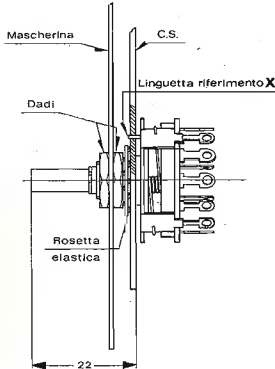
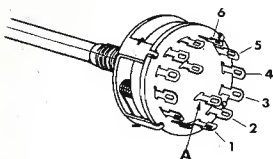

figura 6
figura 7
- montare il commutatore dopo averne modificato la lunghezza del perno sul circuito stampato, come illustra la figura 6; nella figura 7 si può notare la disposizione dei terminali del commutatore; in essa si nota che a ogni numero o lettera corrisponde un proprio collegamento sulla basetta.